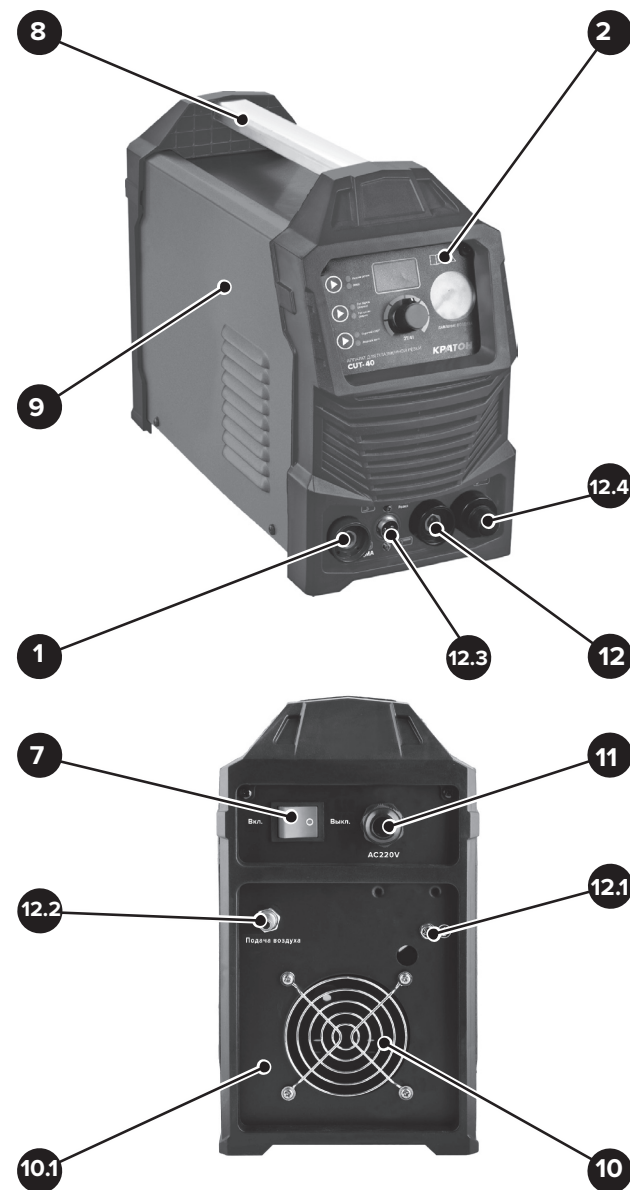

Рисунок 1 — Общий вид аппарата
- Подсоедините заземляющий кабель к положительной силовой клемме 1, его зажим к разрезаемому металлическому листу. Штекеры плазматрона подсоедините к разъему 12.3 и штуцеру 12.4 (см. рис. 1).
• Аппарат выполнен в металлическом корпусе, удобном для переноски. На передней панели 2 аппарата размещены органы управления и индикации, силовые клеммы 1 и 12 для подключения сварочных кабелей 13 и 14, разъем для подключения плазмотрона 12.3, штуцер подачи воздуха в плазмотрон 12.4. Дисплей 4 отображает различные параметры работы аппарата (см. подрисовочную надпись). Кнопки 12.5, 12.6, 12.7 служат для настройки аппарата (см. маркировку на панели аппарата). Манометр 12.8 показывает давление воздуха в плазмотроне. На панели управления 2 расположены различные индикаторы, отображающие рабочие параметры и процессы при работе аппарата (см. рис. 1 и 1.1, и маркировку на панели аппарата). Назначение индикаторов промаркировано на панели аппарата.